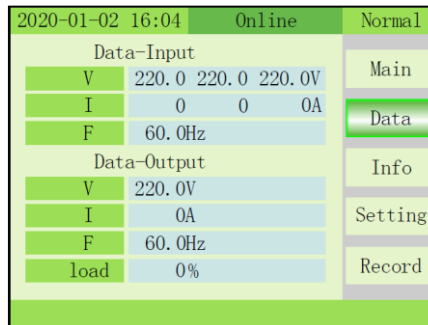

Fig. 3-8 Interfaz de estado básico
2) DATA: Pulse para desplazarte por las opciones de menú (Fig. 3-8).